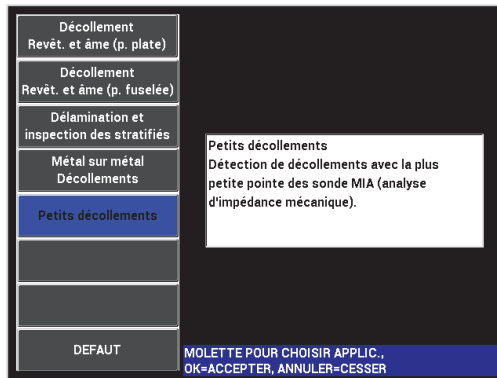

Figure 6-23 Application d'identification de réparations et de petits décollements
3. Sélectionnez l'application **Petits décollements et identification des réparations**, et puis appuyez sur ✓ pour accepter (voir la Figure 6-23 à la page 151).